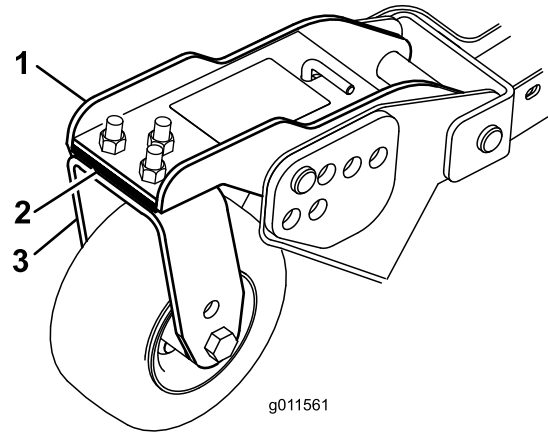

Figura 78
1. Togliete le viti a testa cilindrica e i dadi che fissano il braccio della ruota orientabile alla forcella (Figura 78).